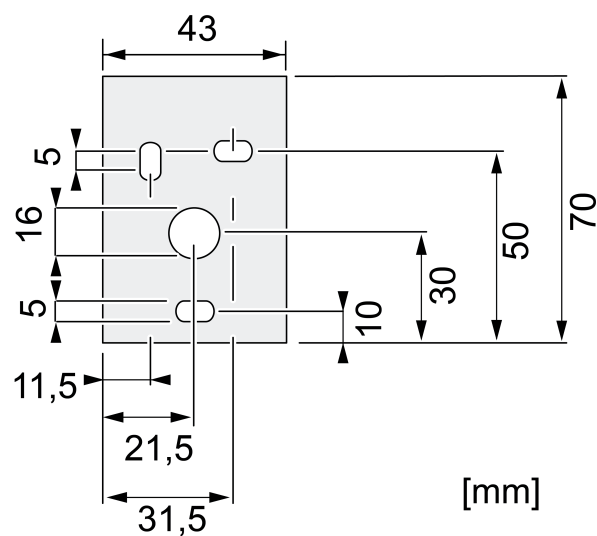

Figure 8: Bras de fixation – Dimensions des trous de perçage
- Montage mural : fixer le bras de fixation au mur à l'aide de vis adaptées à travers les trous de perçage (figure 8).
- Fixer la fiche à 7 pôles sur le raccordement (7). Serrer la bague fileté à un couple de 0,5 Nm max.